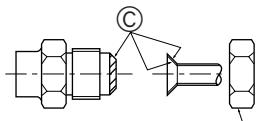

Fig. 5-4
(A) (Fig. 5-4)
(B) (Fig. 5-4)
5.5. Collegamento dei tubi (Fig. 5-4)
- Stendere uno strato sottile di oliorefrigerante sul tubo e collegare la superficie di appoggio prima di serrare il dado a cartella. (A)
- Serrare i raccordi dei tubi usando due chiavi. (B)
- Applicare olio adatto alle macchine di refrigerazione sull'intera superficie di alloggiamento svassata. (C)
- Utilizzare i dadi a cartella nel modo seguente. (D)